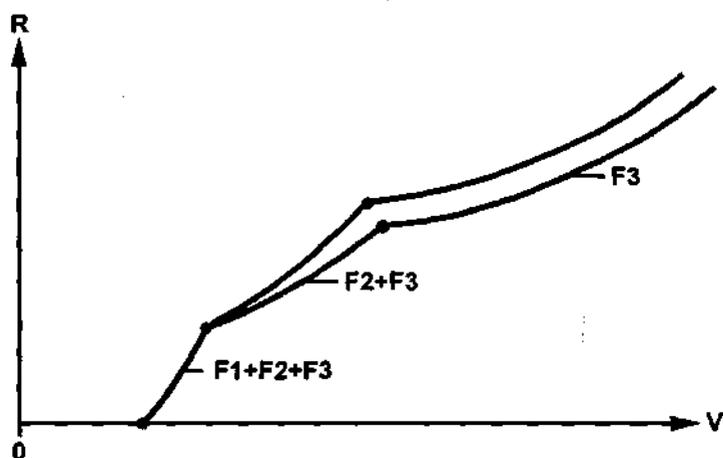

Рис. 10. Зависимость давления регулятора от скорости движения транспортного средства.
Зависимость давления регулятора от скорости движения транспортного средства показан на рис. 10.
Усиленное давление центробежного регулятора используется только при переключении 1-2-1. Оно редуцируется в зависимости от исполнения клапанной коробки из рабочего давления (AD-3) или давления управления (S1 D-2) (рис. 10а цв.).
В зависимости от исполнения клапанной коробки формы и размеры клапана усиления давления скоростного регулятора (44) так же различаются. В некоторых вариантах в клапан дополнительно устанавливается пружина под правый (рис. 10б цв.) или левый торец плунжера. Однако, принцип работы этого клапана не изменяется и программа переключения 1-2-1 отработается полностью.